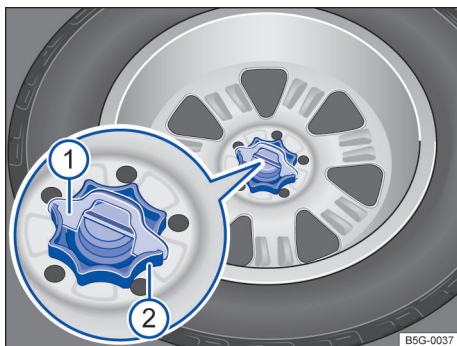

Fig. 183 No compartimento de bagagem: Roda recartilhada para fixar a roda sobressalente. Roda recartilhada para fixar a roda de emergência.
- Conforme o caso, extraia a cunha de segurança contra rodagem → Fig. 183 para cima.